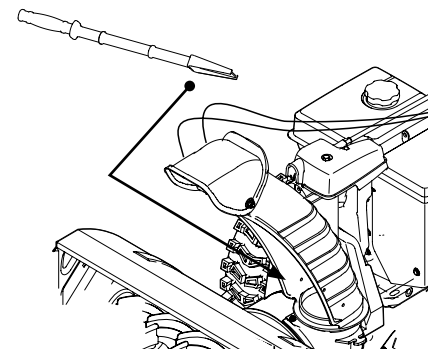

Figura 3-18
4. Use el extremo con forma de pala de la herramienta de limpieza para destrabar y recoger la nieve y el hielo que se hayan acumulado en el interior y cerca del conjunto del canal. Utilice siempre la herramienta de limpieza (N.º de pieza 931-2643), no use las manos. Consulte el suplemento que se adjunta por separado para obtener la información que se requiere para pedir la herramienta de limpieza. Consulte la Figura 3-18.